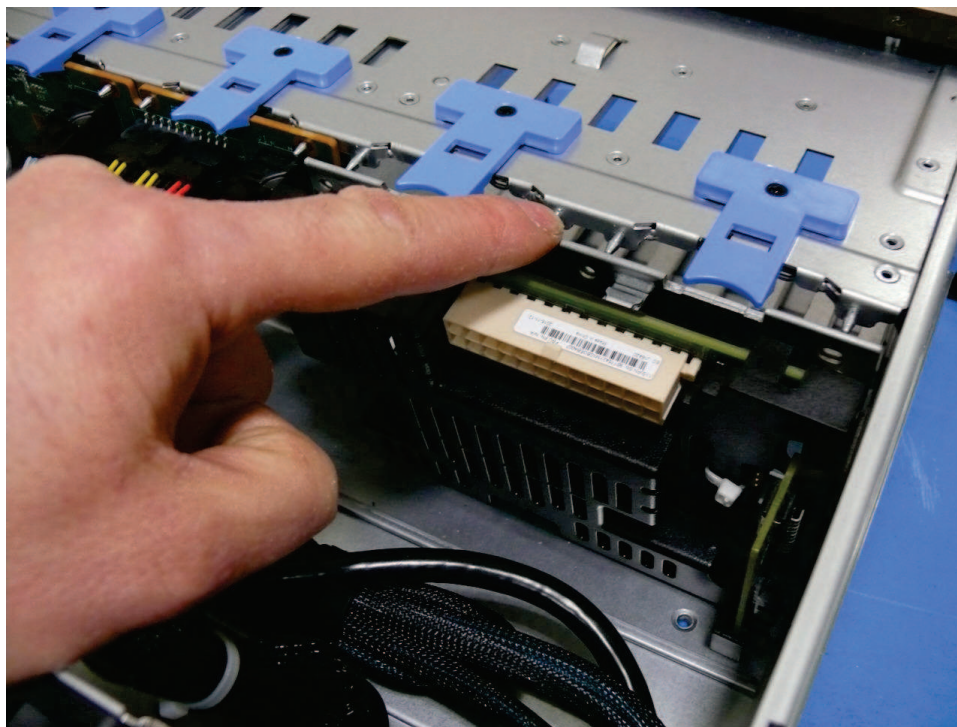

Figura 167. Painel traseiro de bateria no chassi do 2145-SV1
6. Ajuste a borda inferior do painel traseiro de bateria no chassi. Coloque a parte superior na posição até bloquear no lugar, conforme mostrado em Figura 167 na página 210.